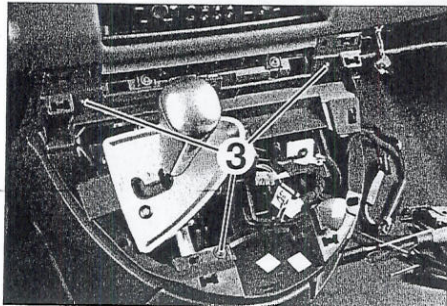

FIGURA 9-22
- Desmontar los tornillos de fijación superiores (3) de la consola central (figura 9-22).